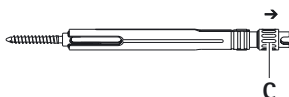

Fig. 6
- Dévisser la vis de blocage **C** dans le sens de la flèche jusqu'à ce que le filetage soit visible en direction de l'extrémité de travail, voir Fig. 6.